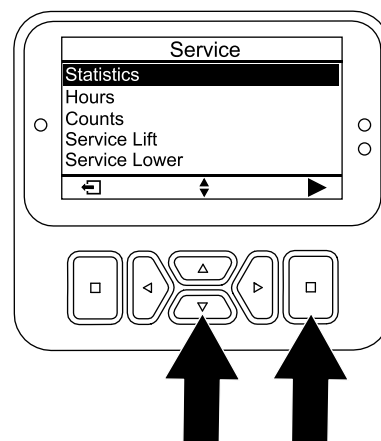

Figura 96
5. No ecrã MANUTENÇÃO, prima o botão baixo até a opção STATISTICS estar seleccionada, depois prima o botão de selecção (Figura 96).